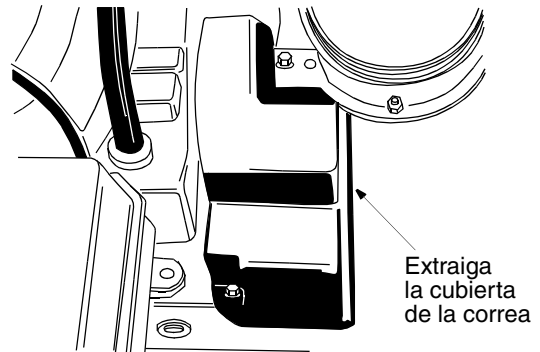

Figura 24
- Reemplace la cubierta plástica de la correa al frente del motor, extrayendo los dos tornillos autoroscantes. Vea al figura 24.